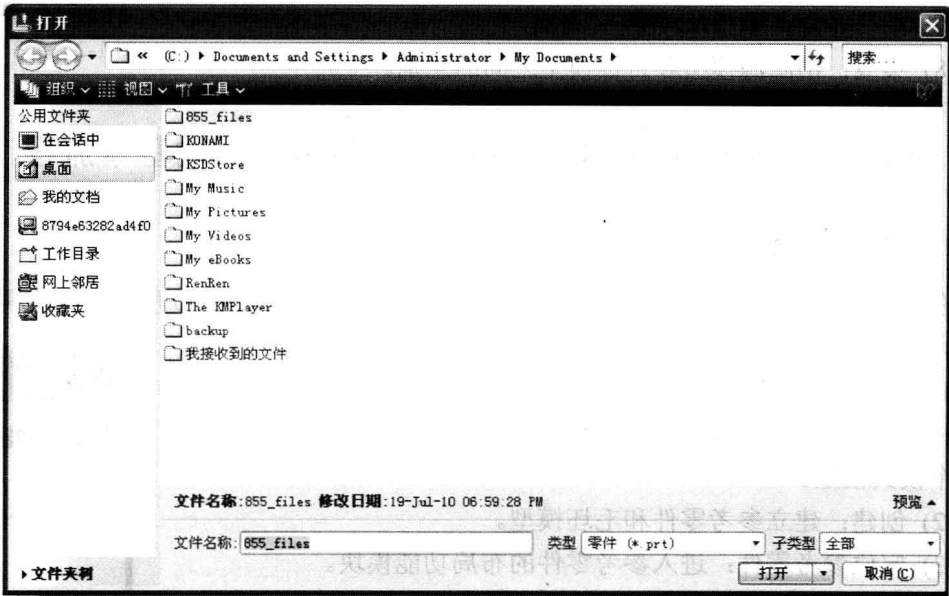

图 1-5 “打开”对话框
(2) 单击“模具模型类型”菜单中的“参照模型”，打开如图 1-5 所示的打开对话框。